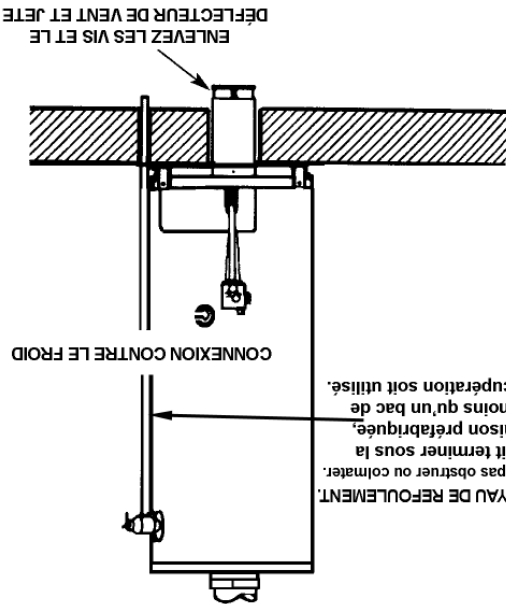

FIGURE 19.
3. Enlevez les vis qui rattachent le déflecteur de vent au tuyau en métal existant d'entrée d'air de ventilation sous la maison. Jetez le déflecteur d'air et les vis, voir Figure 19.